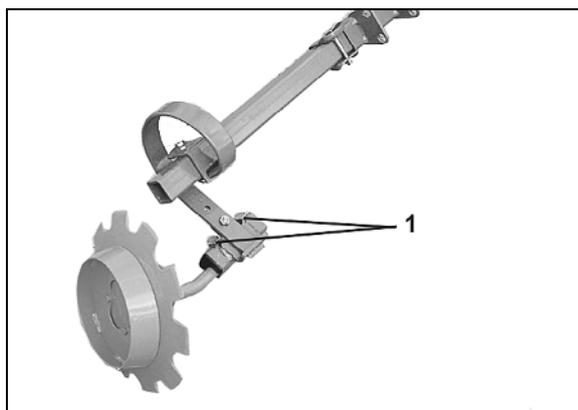

Fig. 110
1. Beide Schrauben (Fig. 110/1) lösen